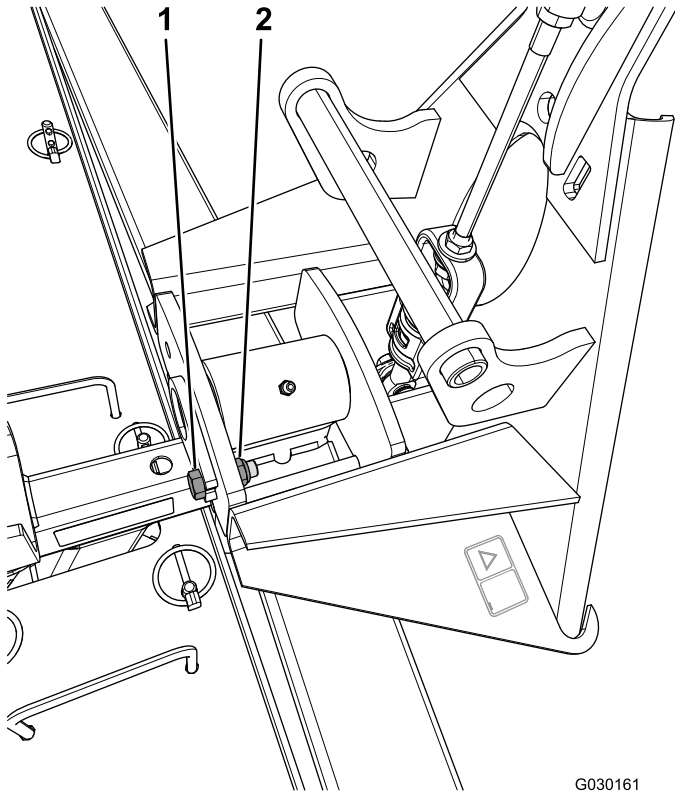

Figure 1
1. Retirez et mettez au rebut l'écrou et le boulon qui fixent la goupille à anneau à l'adaptateur du scarificateur traîné (Figure 1).